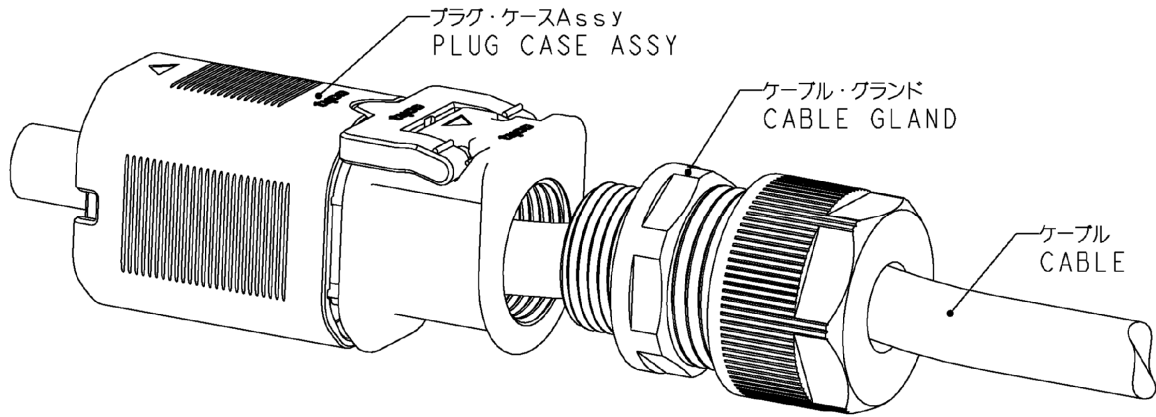

Fig. 1
1) Fig.1 を参照して、ケーブルに部品を通す。
1) Pass parts through the cable referring to Fig.1.